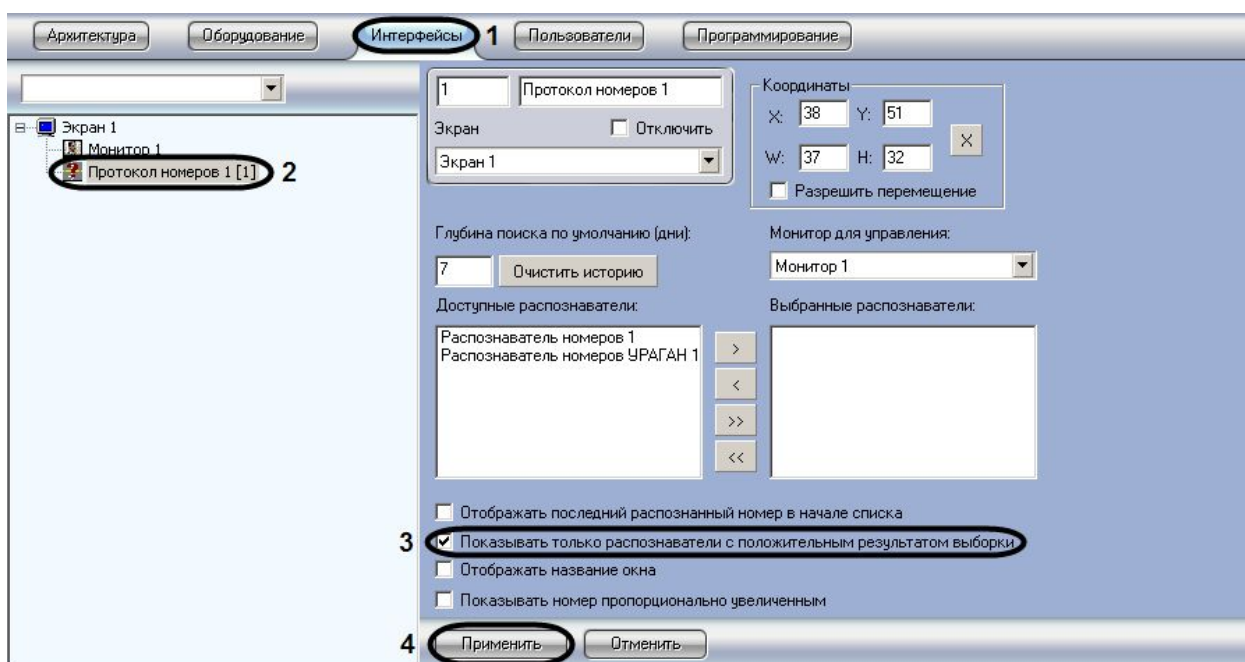

Рис. 7.7.8-1 Активирование функции отображения только распознанных номеров
1. Перейти на вкладку «Интерфейсы» диалогового окна «Настройка системы» (см. Рис. 7.7.8-1, 1).
2. Выбрать в дереве объект «Протокол номеров» (см. Рис. 7.7.8-1, 2).
3. Активировать флажок «Показывать только распознаватели с положительным результатом выборки» (см. Рис. 7.7.8-1, 3).
4. Нажать кнопку «Применить» для сохранения настроек (см. Рис. 7.7.8-1, 4).